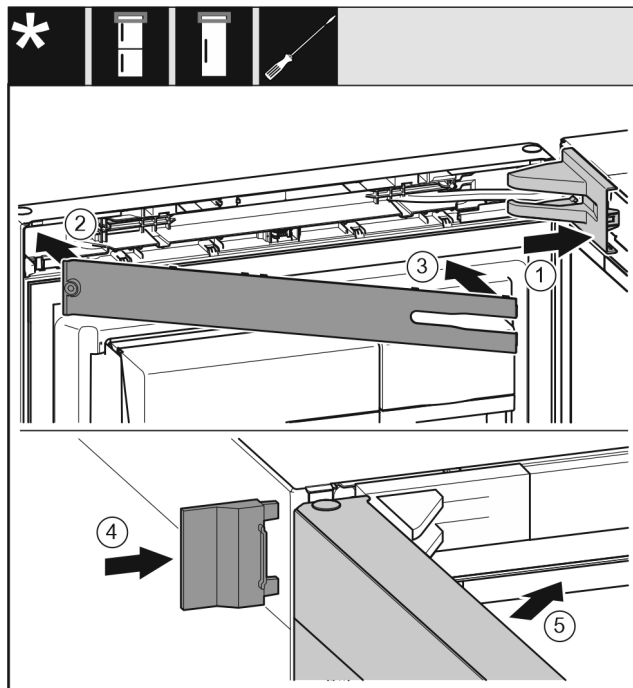

Fig. 31
- ▶ Vendosni kapakun mbulues të bazamentit mbështetës Fig. 31 (1) dhe mbërthejeni në vend, duke i ndarë nga njëri-tjetri nëse nevojitet.
- ▶ Vendosni panelin mbulues Fig. 31 (2).
- ▶ Paneli mbulues Fig. 31 (3)
- ▶ Shtyni kapakun mbulues të jashtëm Fig. 31 (4).
- ▶ Mbyllni derën lart Fig. 31 (5).